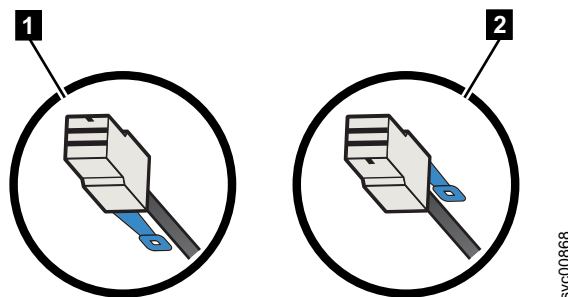

Figura 134. Orientação do conector a cabo SAS
- Para os gabinetes de expansão 2145-24F ou 2145-12F, a aba de puxar azul deve estar abaixo do cabo (**1** no Figura 134).
- Para nós 2145-SV1 ou 2145-DH8 e gabinetes 2145-92F, a guia puxar azul deve estar acima do conector (**2** in Figura 134).